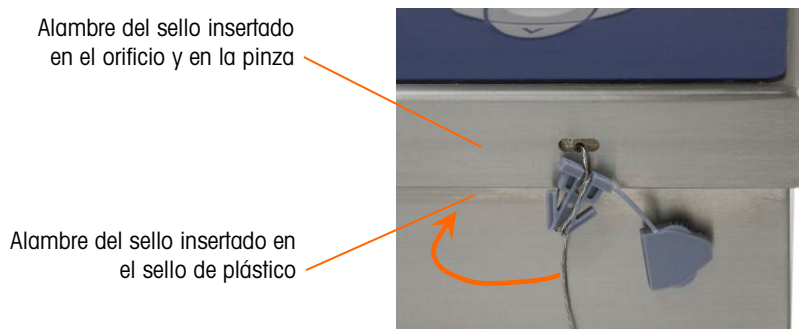

Figura A-77: Sello insertado y listo para cerrarse
Para ver los detalles de sellado del terminal IND246, consulte la Figura A-77 y siga estos pasos:
3. Inserte el extremo del cable de alambre a través del orificio del sello de plástico (como se muestra en la Figura A-77), elimine cualquier holgura en el cable y cierre bien el sello.